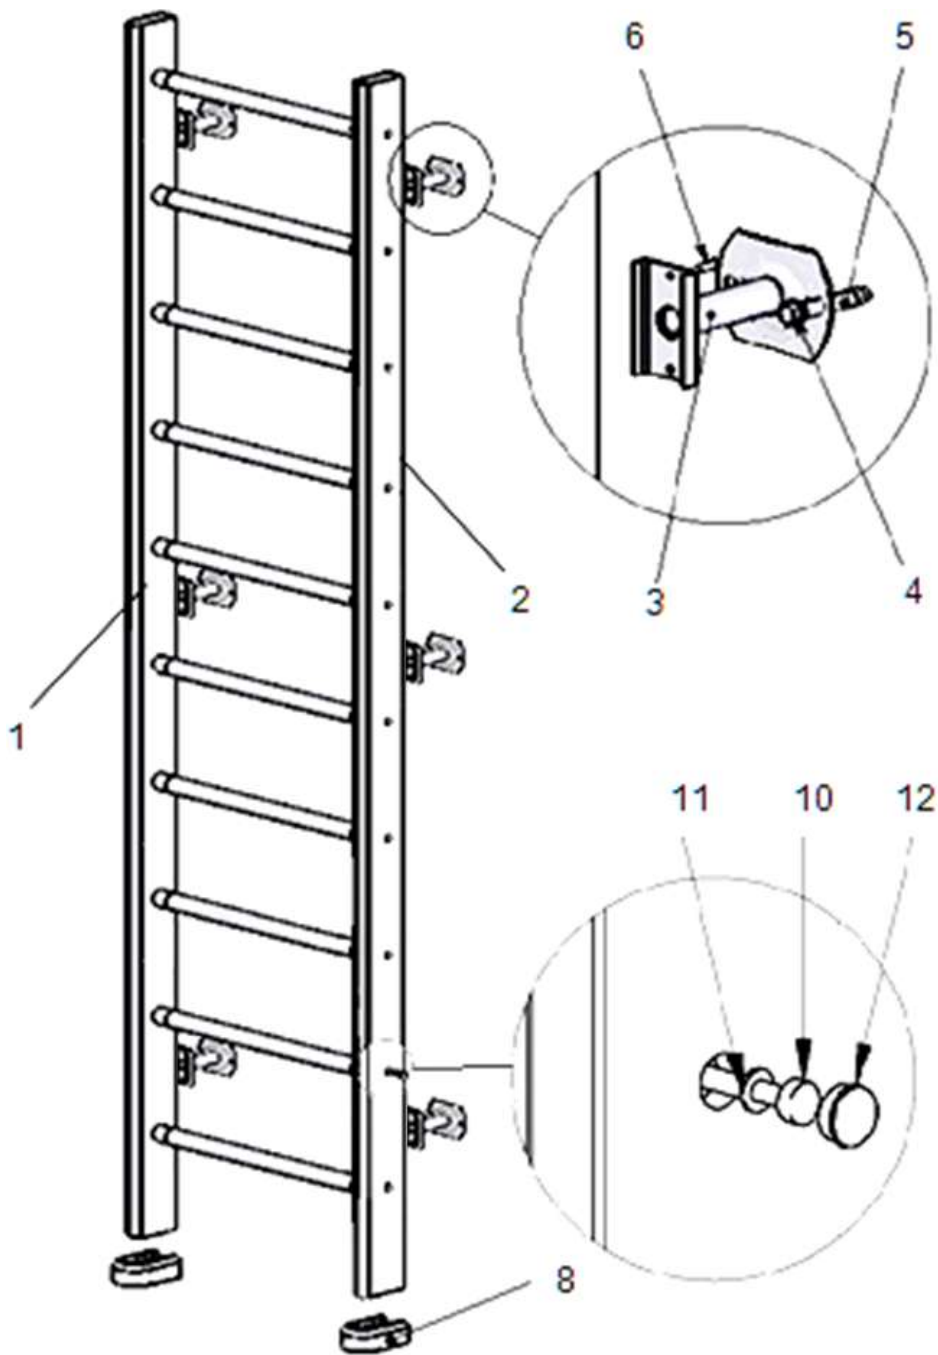
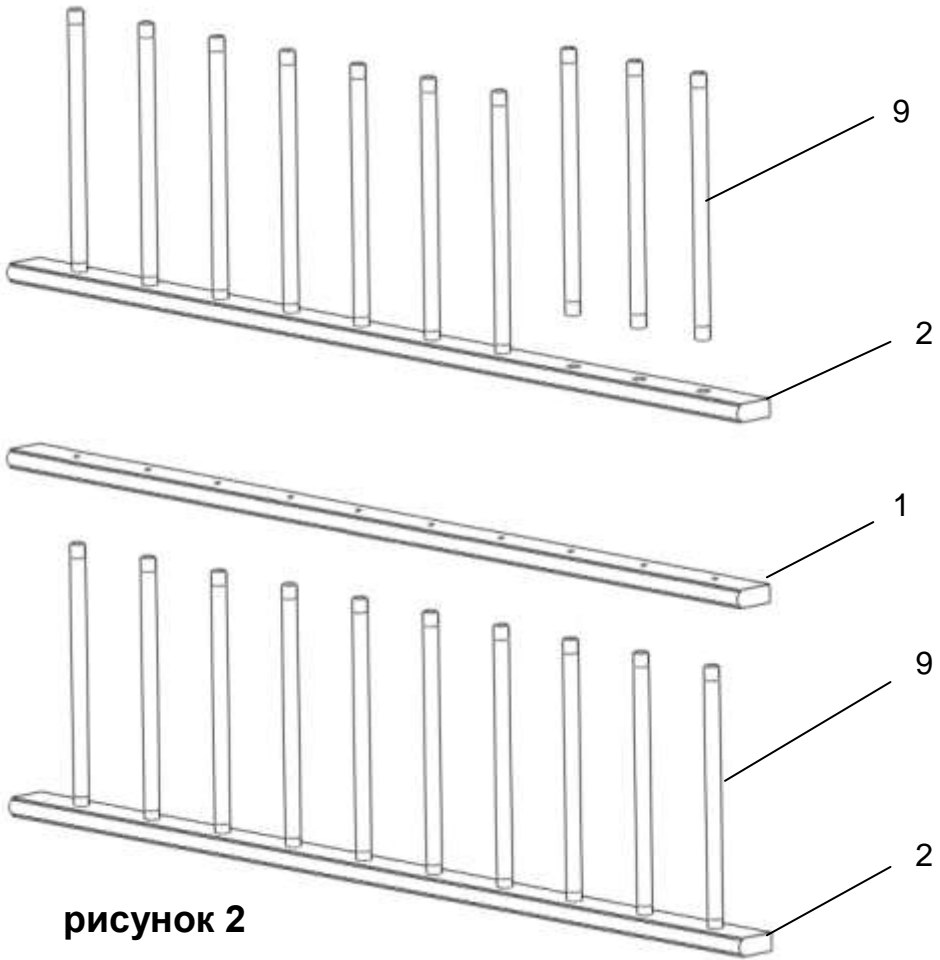

рисунок 1
рисунок 2
4.2. Разложить комплектующие детали на свободном участке пола. Вставить *поперечины (№9)* в соответствующие отверстия *стоек (№№1,2)* (рисунок 2). С помощью *саморезов (№10)* и *шайб (№11)* закрепить поперечины к стойкам. Установить заглушки (*№12*) (рисунок 1).